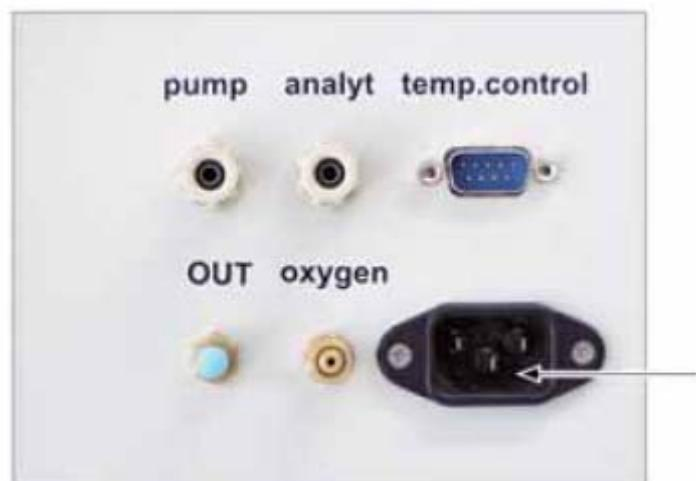

图 119 电源插头（箭头指示）
17. 用保护袋包住氧气管的开口端，用胶带紧紧粘上。（见图 119）
1. 将电源线插入固体测定模块背后的插座里（见图119）。